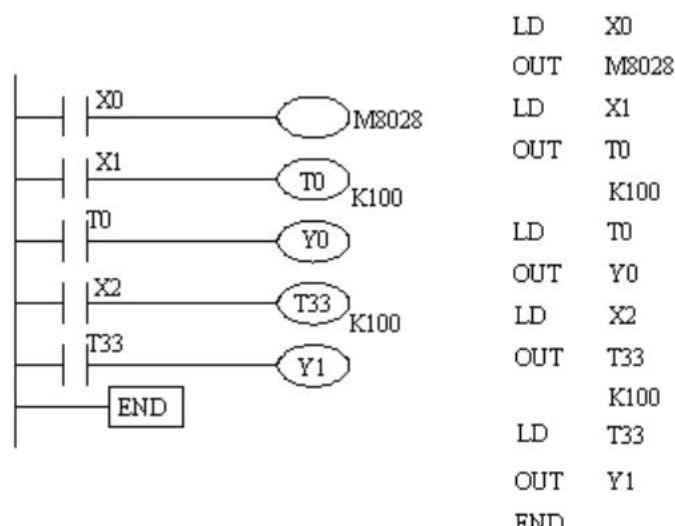

图 11 定时器梯形图语句表
定时器指令的梯形图和语句表如图 11 所示：
- (1) 按图 11 输入程序。
(2) 检查程序, 使其正确。
(3) 运行程序, 观察输出结果。当 X1, X2 闭合时, 定时器 T0 和 T33 开始计时, 经过 10s, Y0 和 Y1 有输出。说明 T0 和 T33 的计时脉冲为 100ms, 计 100 次为 10s。当闭合 X0, 再闭合 X1 和 X2 时, 经过 10s, Y0 有输出; 经过 1s, Y1 有输出。说明 M8028 控制 T32~T55 的定时脉冲; 当 M8028 闭合时, T32~T55 定时脉冲为 0.01s, 当 M8028 断开时, T32~T55 定时脉冲为 0.1s。